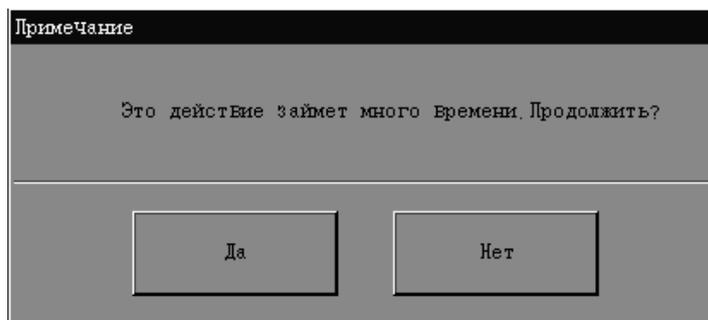

Рис. 10-7 Диалоговое окно
1. На экране «Обслуживание» **НАЖМИТЕ** кнопку «SRV». Откроется диалоговое окно (Рис. 10-7).